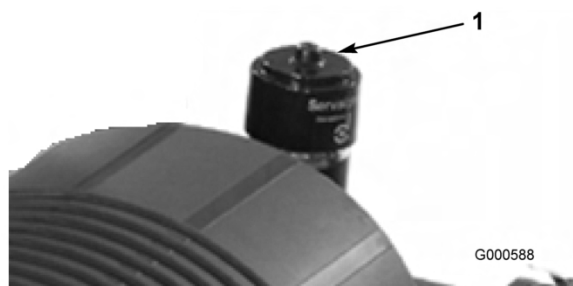

Figura 28
Faça a manutenção ao filtro de ar apenas quando o indicador de manutenção (Figura 28) o exigir.
6. Reinicie o indicador (Figura 28) se este se apresentar vermelho.